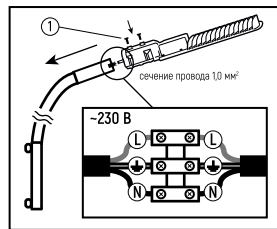

Рис.1
2. Обесточьте сетевой кабель питания и подключите к проводу светильника\* (Рис.1).
4. Установите светильник на кронштейн, провод светильника поместите внутрь кронштейна или опоры (Рис.1).